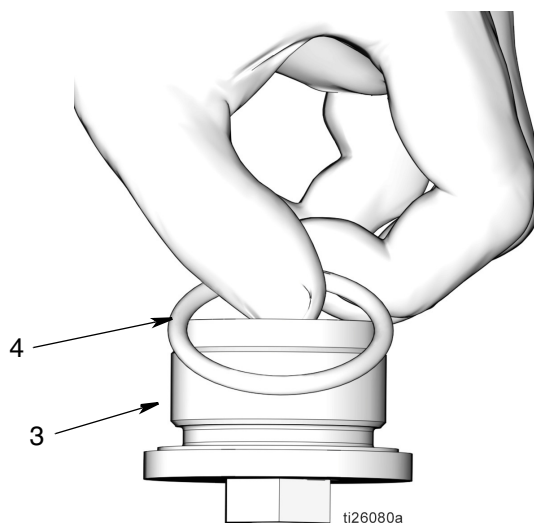

FIG. 54
- d. Applicare un sottile strato di grasso all'O-ring (4). Installare l'O-ring sul dado di fermo del pistone (3) (FIG. 54).